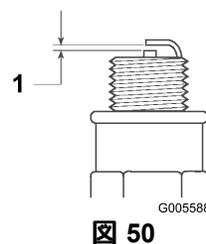

図 50
4. エアギャップを 0.76mm に調整する (図 50)。